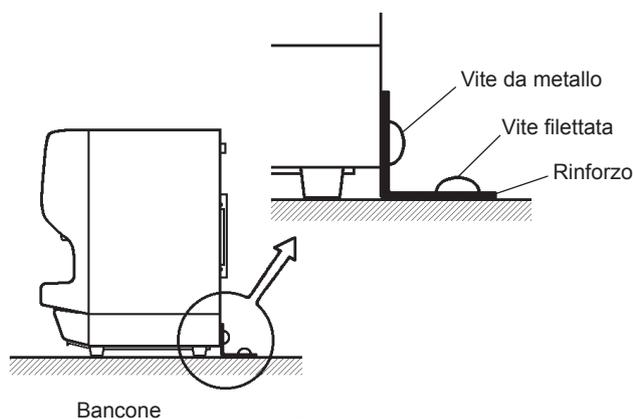

Fig. 2
* Fissare la macchina al bancone utilizzando il rinforzo, le vite da metallo e le vite filettate (accessorio). Vedere Fig. 2.